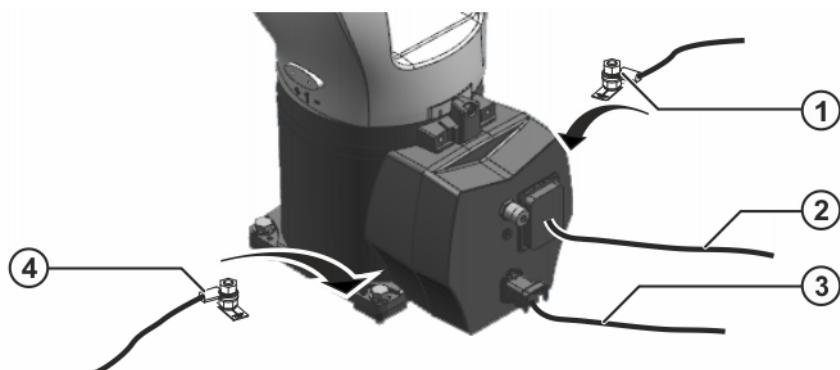

Abb. 8-19: Verbindungsleitungen anschließen
1. Motorleitung X30 und Datenleitung X31 anschließen (>>> Abb. 8-19).